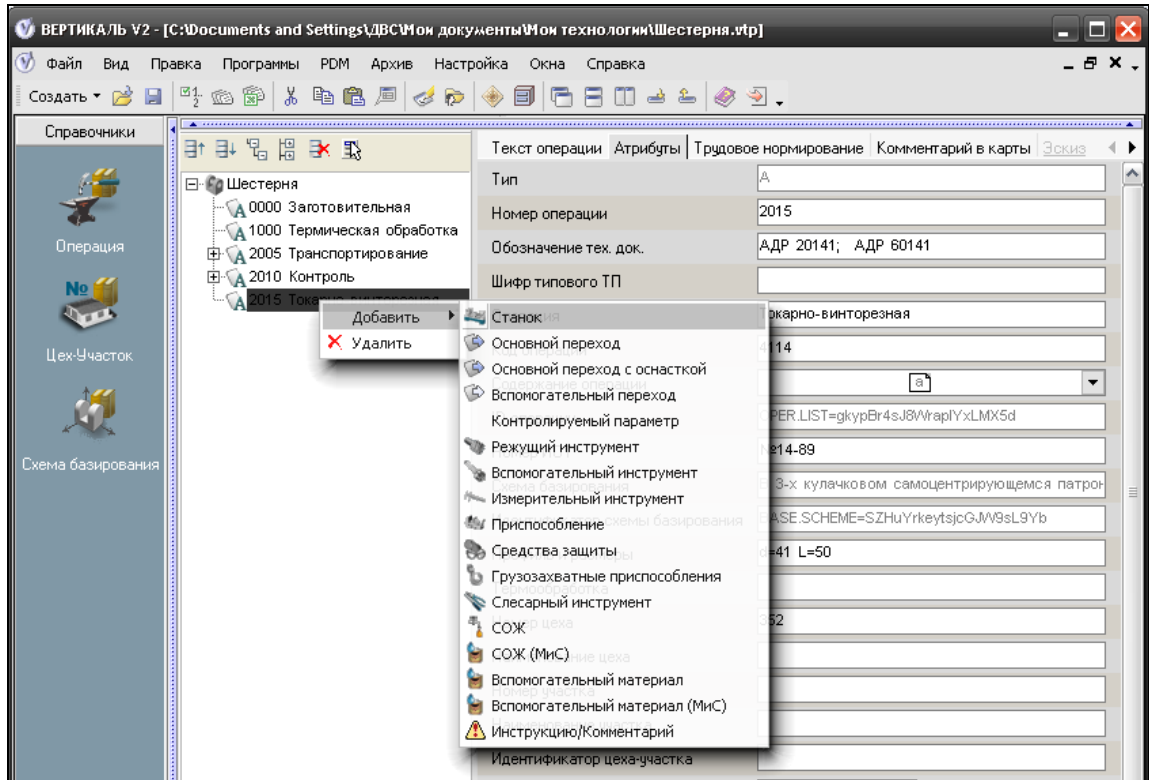

Рисунок 5.5 – Виклик довідника Станки
2. У контекстному меню вибрати пункт **Добавить – Станок** (рис. 5.5).